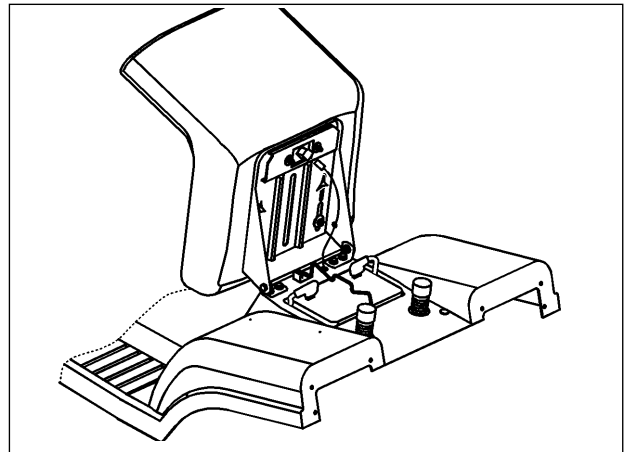

Fig. 8
La batterie est placée sous le siège, et accessible en faisant basculer celui-ci (fig. 8).
4. Replacer la batterie, et l'amarrer avec la tige (voir fig. 8).